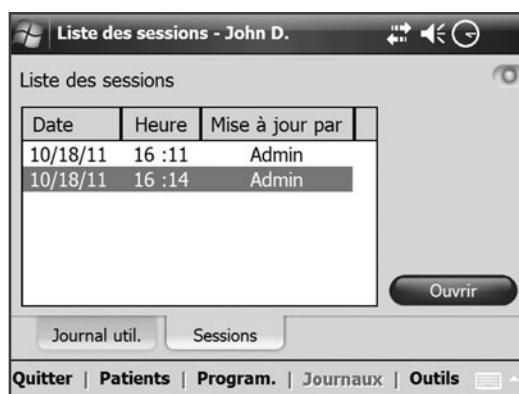

Figure 8-38 : Fenêtre Liste des sessions.
2. Appuyez sur l'**onglet Sessions**. La fenêtre de liste des sessions s'ouvre, indiquant la date, la durée et l'utilisateur système pour chaque session enregistrée. Reportez-vous à la Figure 8-38.